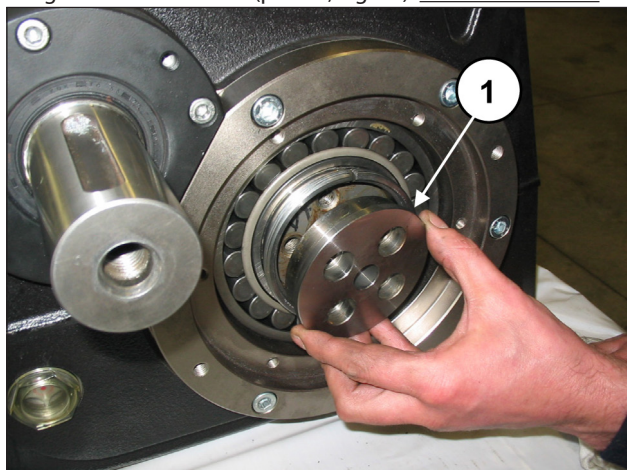

Fig. 79
Inserire le flangie bloccaggio bussola all'interno delle bussole coniche (pos. ①, Fig. 79).